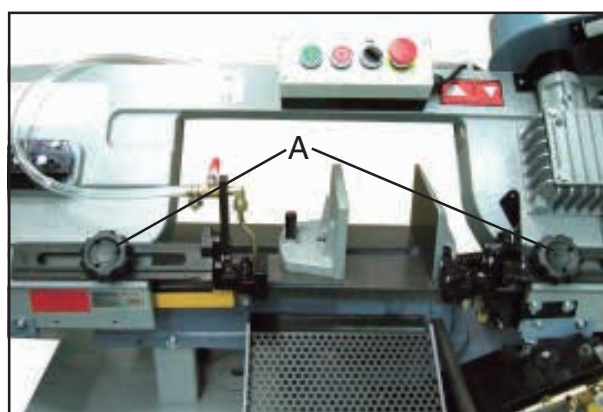

Fig. 6
2. Die Drehknöpfe (A, Fig. 6) lösen. Die Bandführungs-arme so nahe wie möglich ans Werkstück stellen.
3. Die Drehknöpfe (A) wieder festziehen. Den Netzstrom mittels Hauptschalter wieder zuschalten.